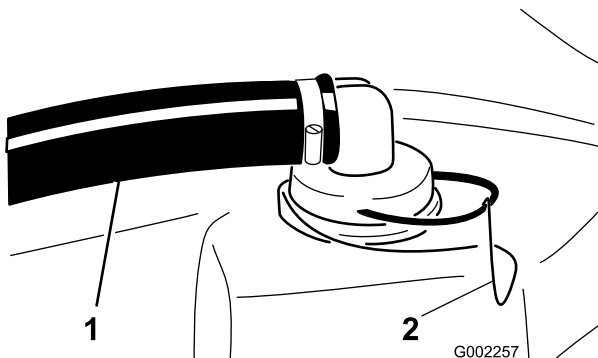

图24
2. 在打药车药缸的顶部，拆下固定连接至大软管和滤网外壳的软管接头的卡环（图24）。
3. 从滤网外壳上拆下软管和软管接头（图24）。